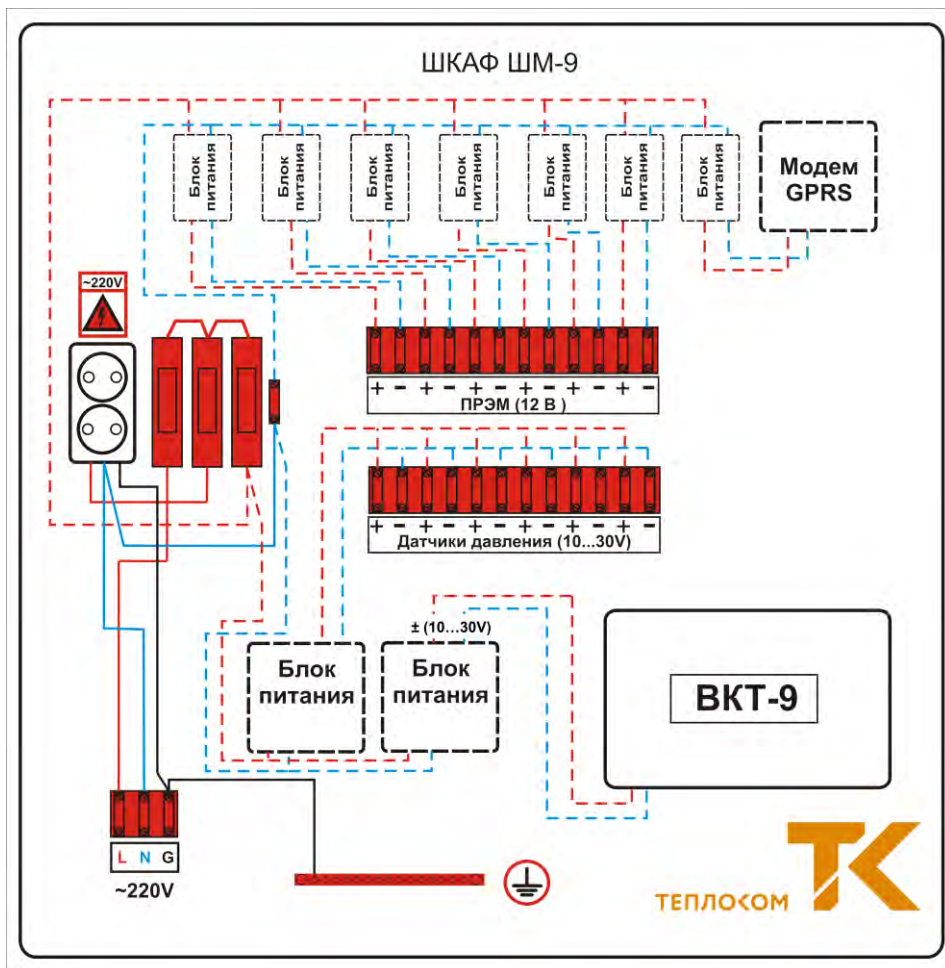

Рисунок 3 – Схема размещения и подключения составных частей ТСК9
Электрическая разводка для монтажа показана на рис. 3 пунктиром.
3. Подключить в соответствии со схемой (рис. 3):
9. Завести в шкаф кабель питания через гермоввод PG7, подсоединить его к клеммнику (L-N-G) согласно рис. 3 и зажать. Для фиксации кабеля использовать держатели, входящие в комплект поставки.